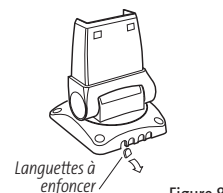

Figure 8
- 1b. S'il n'est pas possible d'acheminer les câbles directement sous le support de montage, marquez et percez un trou qui vous permettra de les passer à proximité de celui-ci. Passez les câbles par le trou de 25 mm (1 po), à travers la base de montage, et sortez-les par le haut du support de montage. À l'aide d'une pince à bec effilé, brisez les languettes à l'arrière de la base de montage (Figure 8). Placez la plaque de couverture de trou au-dessus du trou de la surface de montage, puis utilisez-la pour marquer la position des deux vis de montage. Retirez la plaque de couverture de trou, percez les deux trous de montage avec un foret de 3,5 mm ($\frac{9}{64}$ po), remplissez-les d'un agent d'étanchéité à base de silicone de qualité marine, remplacez la plaque de couverture et fixez-la avec les vis à bois à tête conique Phillips # 8. **Serrez à la main seulement !**